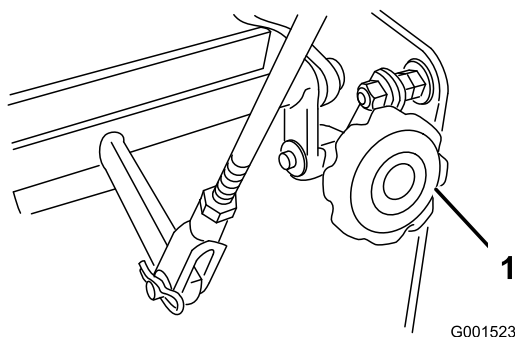

**Figure 42**
- Déverrouillez et verrouillez le point mort en vérifiant que la roue ne tourne pas (Figure 42). Continuez cette procédure jusqu'à ce que la roue arrête de tourner.